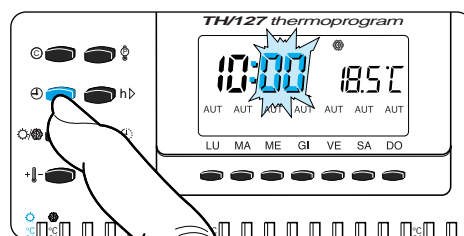

Fig. 14
5.4 - Premere il pulsante \ominus (fig. 14).